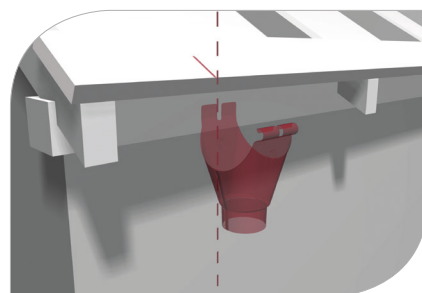

рис. 6
- 3.1 Определите место воронки, помните, что это всегда самый низкий пункт водосточной системы (**рис. 6**)